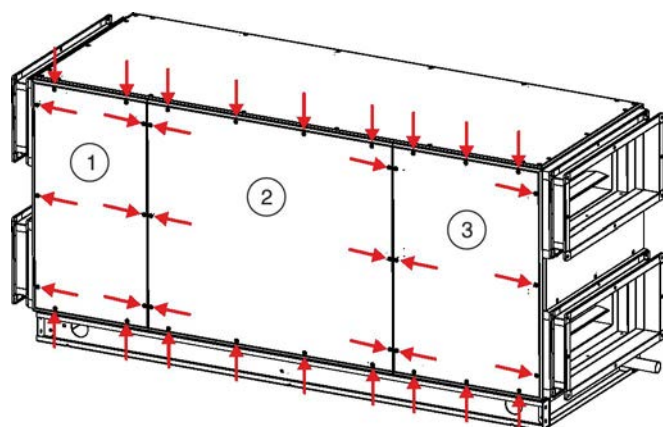

Fig. 25: Trappes de visite arrière
7. ▶ Défaire les vis (Voir la Fig. 25/flèches) sur les trois trappes de visite arrière (Voir la Fig. 25/1+2+3).
8. ▶ Retirer les trois trappes de visite arrière (Voir la Fig. 25/1+2+3).
22. ▶ Visser fermement les trois trappes de visite (Voir la Fig. 25/1+2+3) à l'avant de la centrale de traitement d'air à l'aide de vis.